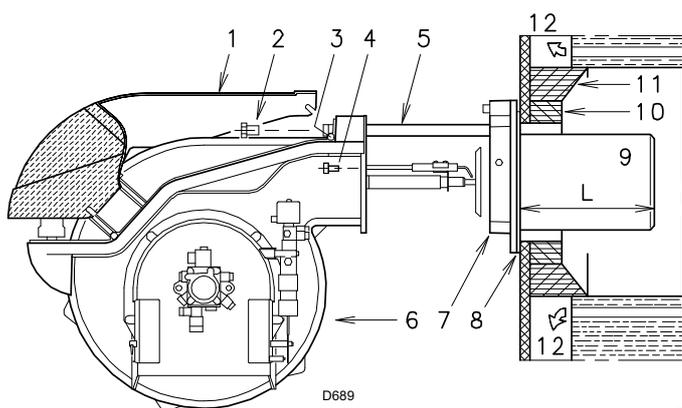

Abb. 7
5.4 Flammrohlänge (Abb. 7)
Für die Kessel mit wassergekühlter Frontseite ist die Verkleidung aus feuerfestem Material 10) - 11)(Abb. 7) nicht erforderlich, sofern dies nicht ausdrücklich vom Kesselhersteller gefordert wird.
Nach Abschluss dieses eventuellen Eingriffes den Flansch 7)(Abb. 7) durch Zwischenlegen der beigepackten Dichtung 8) an der Kesselplatte befestigen. Die ebenfalls mitgelieferten 4 Schrauben verwenden, deren Gewinde zuvor mit einem Einfressschutzmittel (Fett für hohe Temperaturen, Compounds, Graphit) geschützt werden müssen.
- Den Brenner gemäß (Abb. 7 Seite 12) auf den Schienen öffnen.